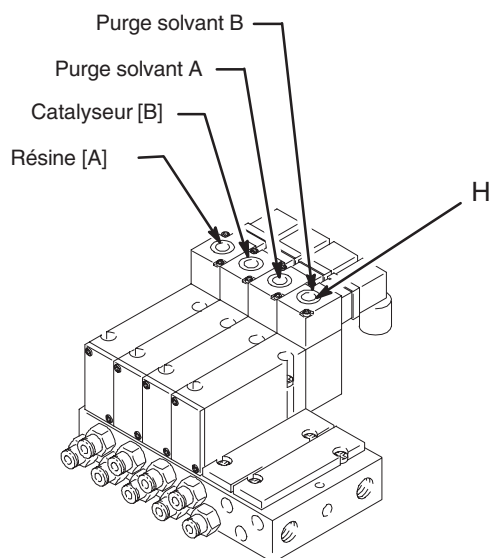

Fig. 4.7
- Appuyer sur le bouton mode prioritaire manuel (H) de l'électrovanne de solvant qui se trouve dans le coffret d'électrovannes du PrecisionMix II. Voir Fig. 4.7.
3. Actionner le pistolet et appuyer pendant cinq secondes sur le bouton mode prioritaire manuel pour alimenter les électrovannes du collecteur en air. Voir Fig. 4.7, page 4-9.